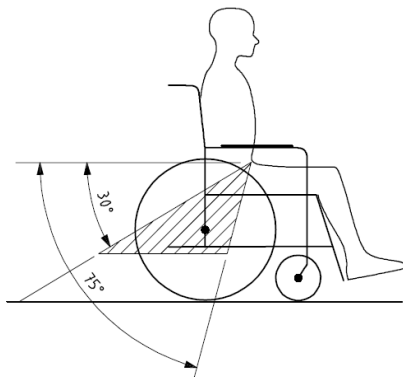

Abbildung 23
- Es wird die Benutzung des Becken-Sicherheitsgurtes empfohlen, der sich im vorderen Beckenbereich befindet, damit der Winkel des Gurtes im Vergleich zur Horizontalen, wie in Abbildung 23 angezeigt, Werte von zwischen  $30^\circ$  und  $75^\circ$  einnimmt; ein größerer Winkel im vorgesehenen Einstellungsbereich ist empfehlenswert